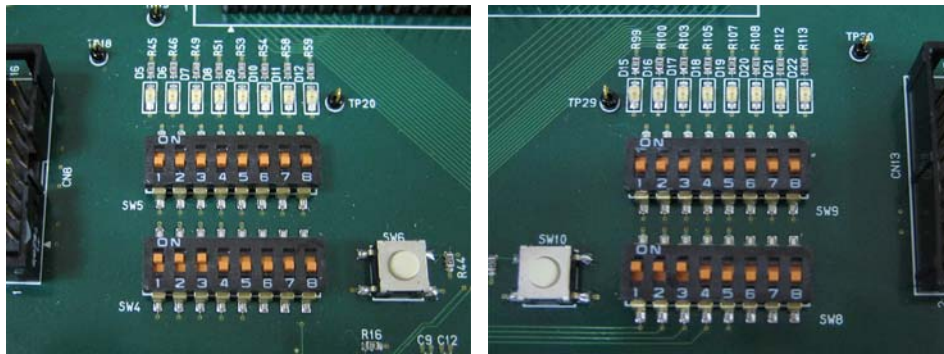

図 20 DIP スwitch の設定
- ② 左右のディップスイッチが図 20 のように設定されていることを確認する。SW4(左)と SW8(右)共に、1~3 が ON で 4~8 が OFF である。また、SW5(左)と SW9(右)は未使用のため設定の確認は不要。